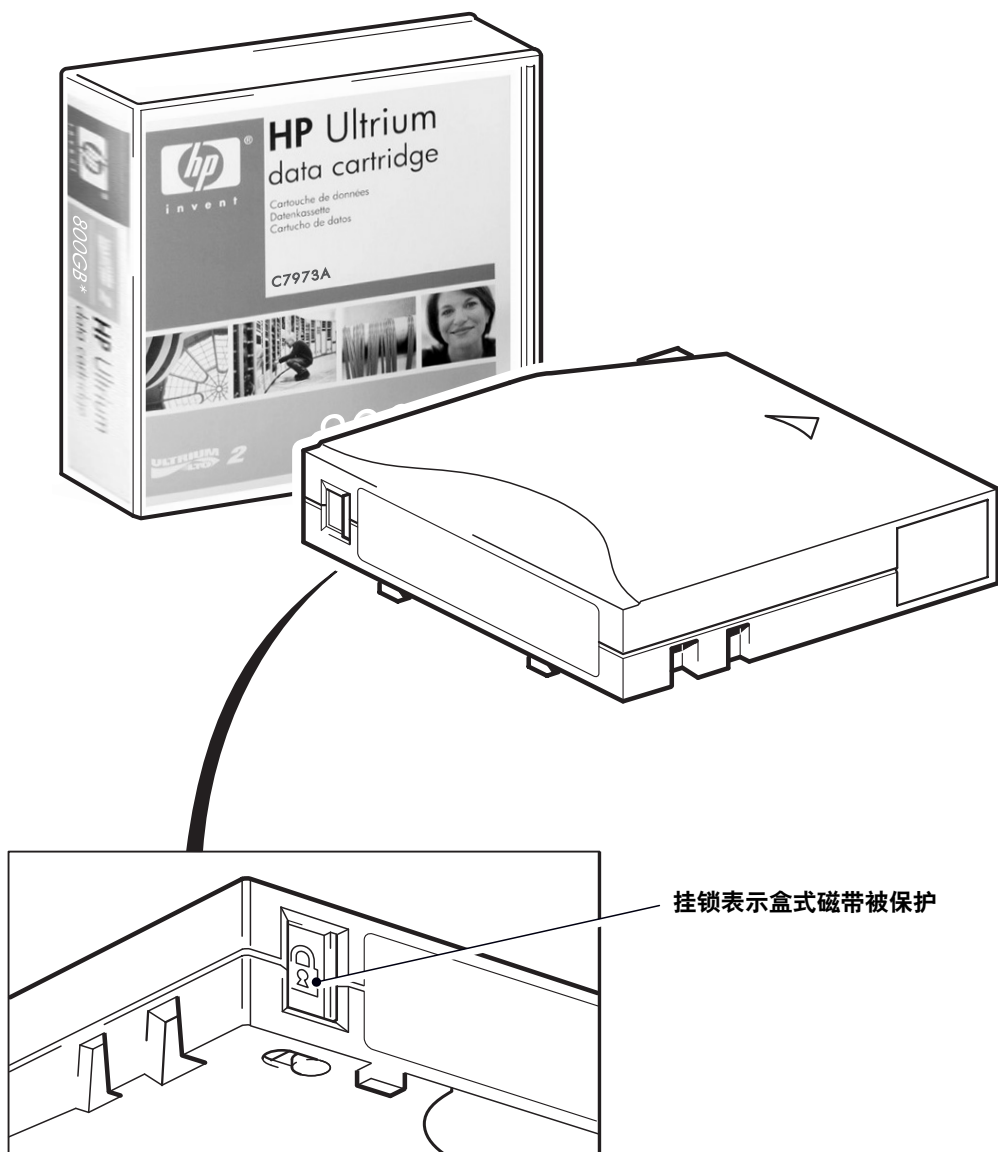

图 9：对盒式磁带设置写保护
- 要取消盒式磁带写保护，请将开关推到左侧以允许向盒式磁带写入数据。图 9 指明了写保护标签的位置。